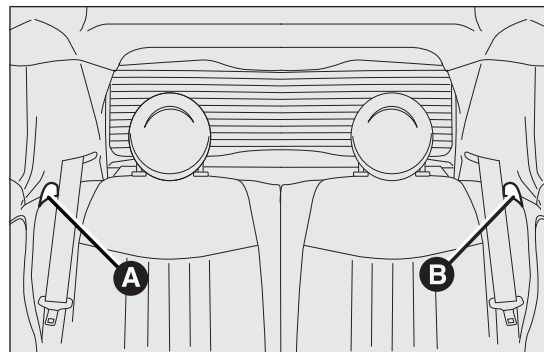

fig. 58
- actionner les leviers A fig. 58 ou B pour débloquer respectivement la partie gauche ou droite du dossier et accompagner le dossier sur le coussin.
- actionner les leviers A fig. 58 et B pour débloquer les dossiers et les accompagner sur le coussin.